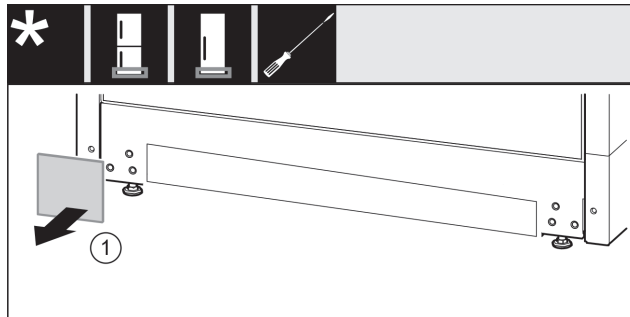

Fig. 13
- Vegye le a fedelet Fig. 13 (1).